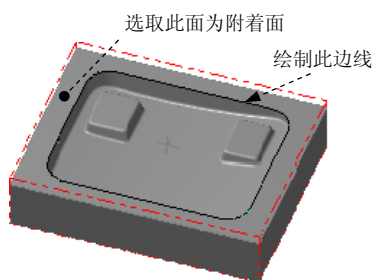
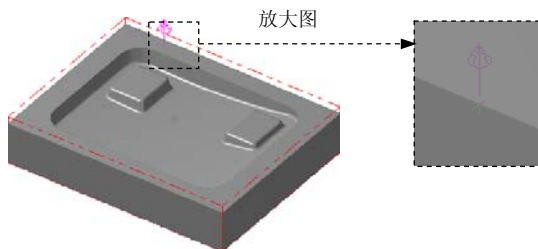
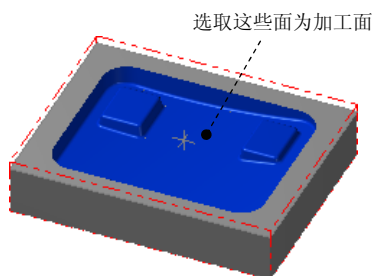

图 10.15 选取附着面
图 10.16 定义边界位置
图 10.17 选取加工面
Step2. 定义边界的附着面和边界位置。选取图 10.15 所示的曲面为边界的附着面，此时在所选取的曲面上出现图 10.16 所示的箭头。移动鼠标，将箭头移动到图 10.16 所示的位置单击鼠标左键，此时系统自动生成创建的边界预览。单击 **✓** 按钮完成指定边界的创建。
Step4. 设置加工区域。在图形区中选取图 10.17 所示的曲面，然后按 **Enter** 键，系统弹出“刀具路径的曲面选取”对话框。单击 **边界范围** 区域中的 按钮，系统弹出“串联选项”对话框，采用“串联方式”选取图 10.15 所绘制的边线。单击 按钮，系统返回至“刀具路径的曲面选取”对话框。单击 按钮，系统弹出“曲面精加工交线清角”对话框。
(1) 确定刀具类型。在“曲面精加工交线清角”对话框中，单击 **刀具过滤** 按钮，系统弹出“刀具过滤列表设置”对话框。单击 **刀具类型** 区域中的 **全关(N)** 按钮后，在刀具类型按钮群中单击 (球刀) 按钮。单击 按钮，关闭“刀具过滤列表设置”对话框，系统返回至“曲面精加工交线清角”对话框。